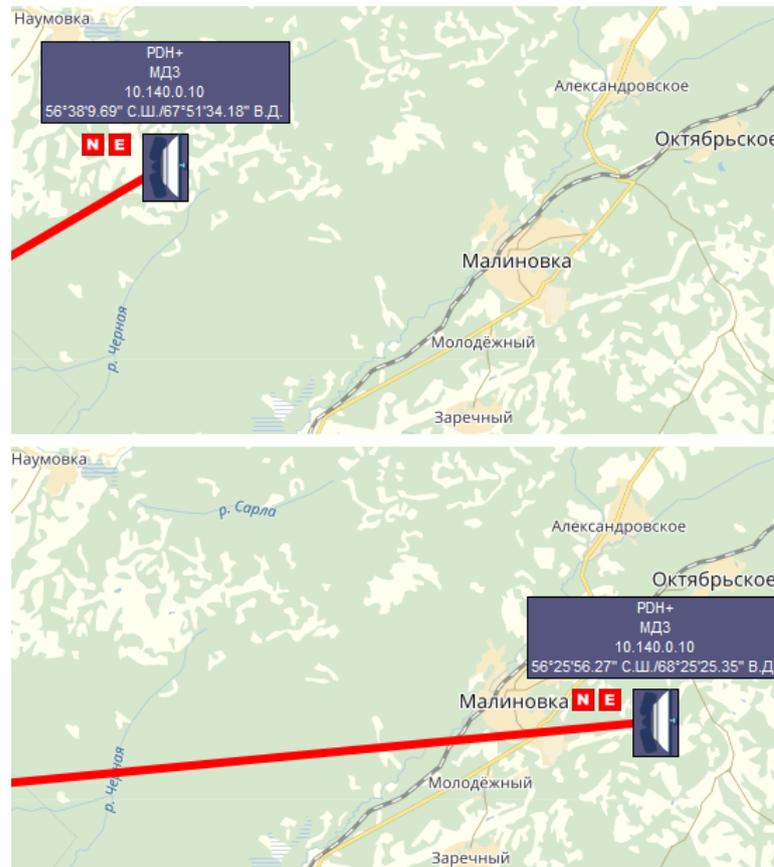

Рис. 84
6.6.3. Если у карты заданы свойства топопривязки, то ручное перемещение станций по карте приведет к автоматическому пересчету географических координат станции в соответствии с ее новым положением, как показано на рис. 84.